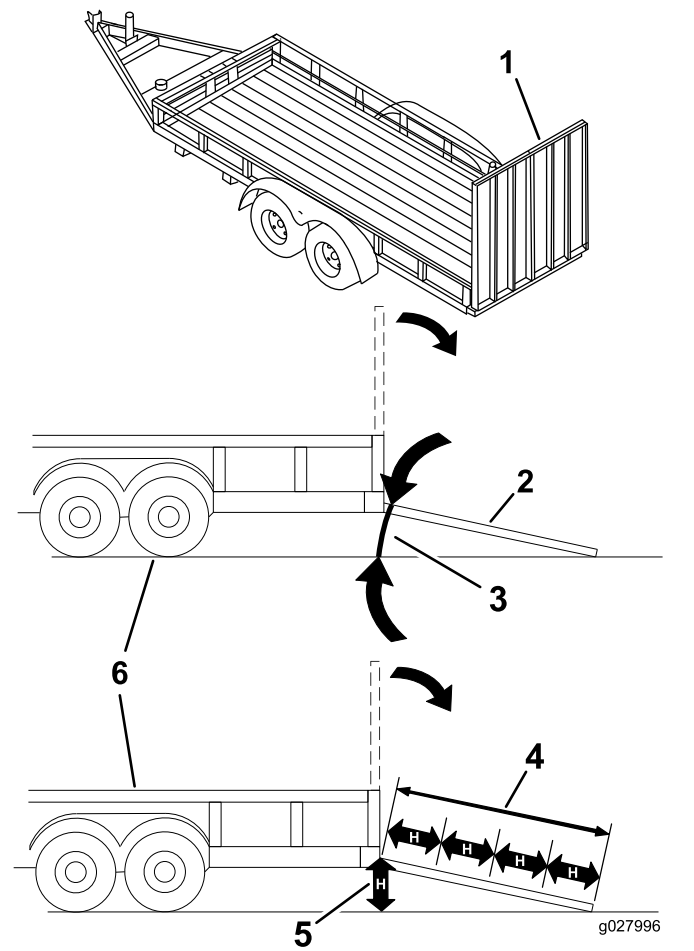

Figura 31
Colocar uma máquina num reboque ou camião aumenta a possibilidade de capotamento e pode provocar graves ferimentos ou morte (Figura 31).
3. Baixe a rampa, certificando-se de que o ângulo entre a rampa e o solo não é superior a 15 graus (Figura 31).
1. Baixe a rampa, certificando-se de que o ângulo entre a rampa e o solo não é superior a 15 graus (Figura 31).